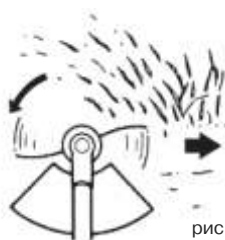

рис. 8
3. Нажмите на рычаг газа (рис.8), зажав фиксатор и плавно переведите выключатель в положение «I». После этого рычаг газа зафиксируется.
1. Держите бензокосу во время работы таким образом, чтобы косильная головка не косалась постоянно земли. Рис. 8.